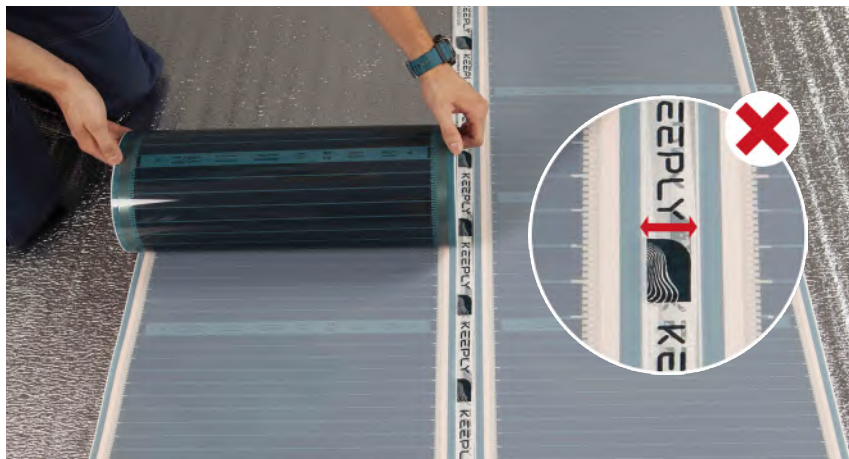

Рис. 9
- делать промежутки между нагревательными полосами, так как это приводит к неравномерному прогреву и эффекту «тепловой зёбры» (рис. 9).